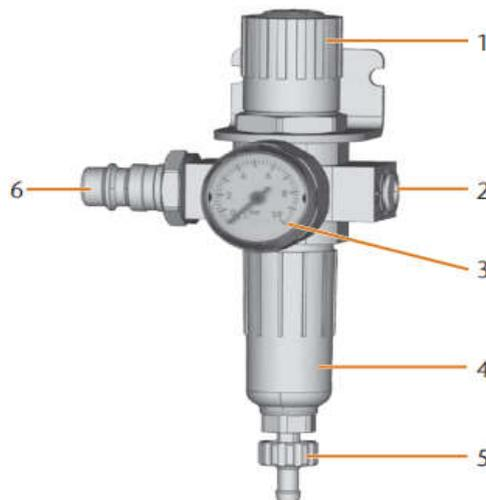

图 7 服务单元
◆ 将服务单元竖立安装（如图 7 所示）
(如图 7, 2)
- 3) 将外部压缩空气与维修单元的左侧接口相连 (如图 7,6)
- 6) 检查压力表上的气压值[如图 7, 3]。如果它不在 6bar 和 8bar